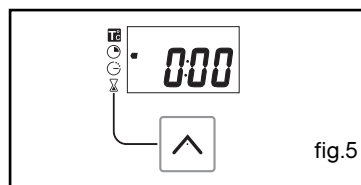

fig.5
Stel de temperatuur in met behulp van de instelknop + of - (fig.5).
- 0:00 wordt weergegeven (fig.5),